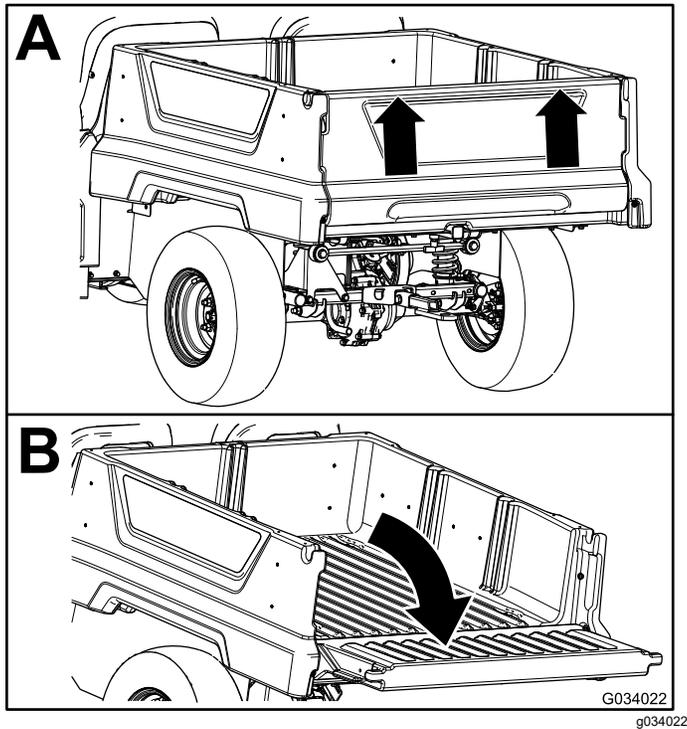

Рисунок 17
2. Двумя руками поднимите откидной борт, используя выступ около верхней части откидного борта (Рисунок 17).
- Опустите откидной борт так, чтобы он был на одном уровне с дном грузового кузова (Рисунок 17).